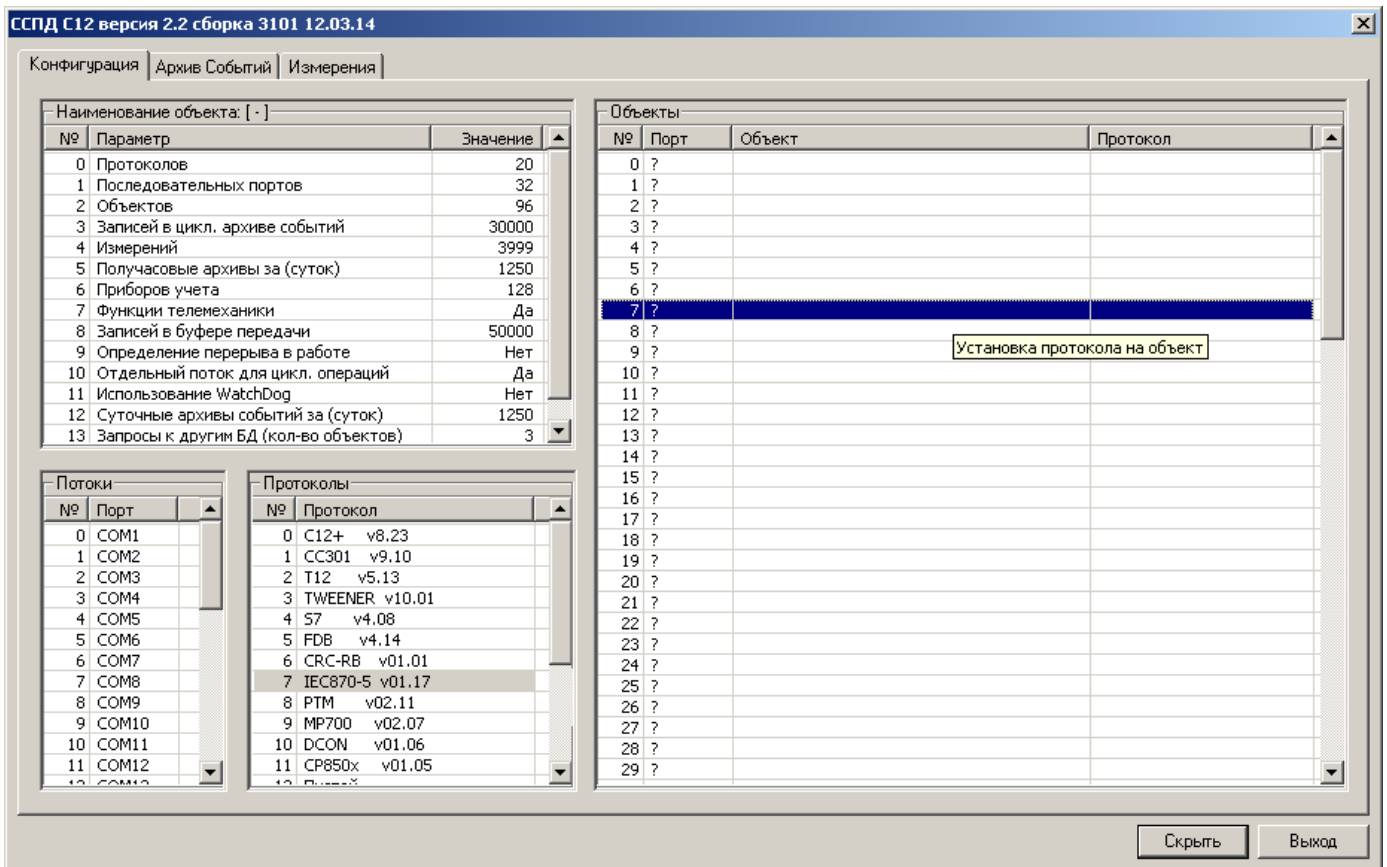

Рис. 3.2. Добавление объекта библиотеки iec870-5
2. Выбираем требуемый протокол из списка в окне «Протоколы» и, удерживая нажатой левую клавишу мыши, перетаскиваем протокол на выбранный номер объекта в окне «Объекты» (рис. 3.2) и отпускаем клавишу мыши;